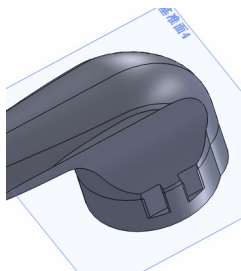

图 15-52 创建拉伸切除特征
(6) 退出草图环境，弹出【切除-拉伸】属性管理器，设置【深度】为 9，单击【确定】按钮，即可创建拉伸切除特征，如图 15-52 所示。